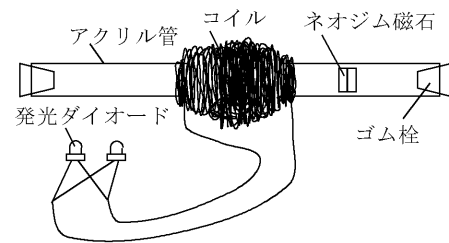

図5 発電機
(2) コイルに発光ダイオードを2個並列につなぐ。このとき、2個の発光ダイオードの極の向きを逆にする（図5）。
(3) アクリル管にネオジム磁石を2個入れて、両端をゴム栓でふたをする（図5）。
(4) ふたをしたゴム栓がはずれないように両手で端を押さえながらアクリル管を振る。
(5) 発光ダイオードが点灯する様子を観察する。
(6) エナメル線の巻き数を400回、300回にして、同じように実験する。
(7) 発光ダイオードを豆電球に代え、豆電球が点灯するか実験する。豆電球が点灯しないときはネオジム磁石の個数を増やしてみる。